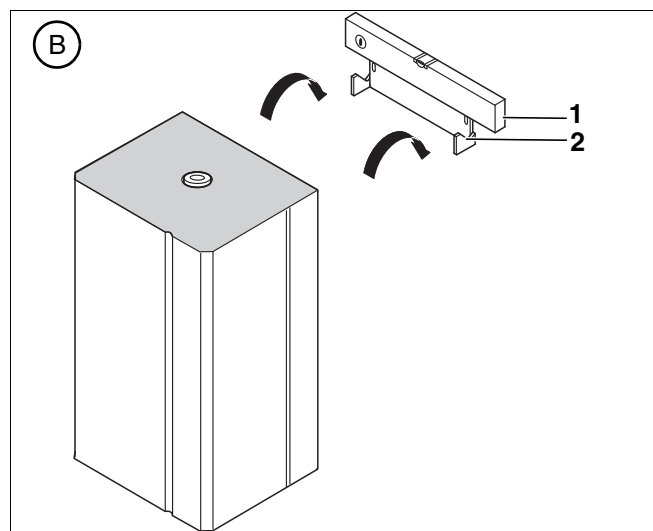

Fig. 7 Suspendre le préparateur d'ECS (raccord en bas)
- ▶ En cas de montage mural, marquer les trous des chevilles (fig. 7).
- ▶ Accrocher le réservoir selon le raccord en bas, avec les deux trous sur les crochets de la console de suspension (fig. 7).